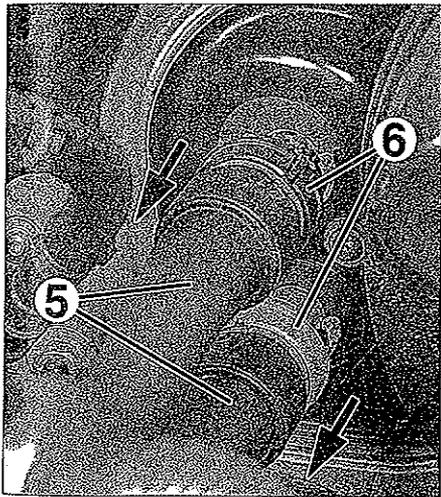

FIG. 35
- los manguitos de agua (5) del radiador de calefacción (tirar de los bloqueos (6)) (fig. 35).